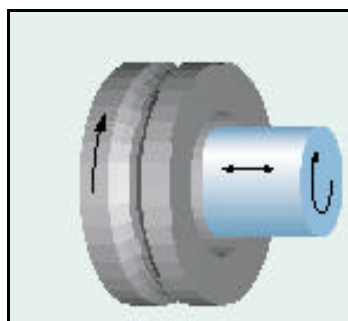

Figura 3.6 - rettifica del foro dell'anello interno
- 4) La lappatura della gola, che esegue la finitura della gola; anche in questo caso sono previste due macchine in parallelo (Figura 3.6).